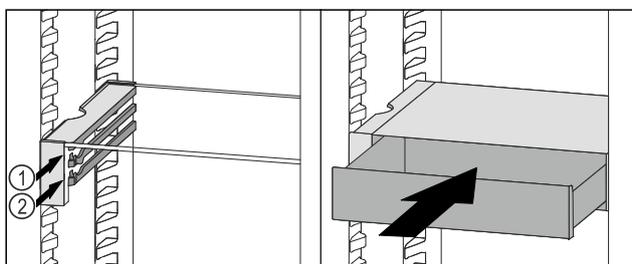

Fig. 140
- ▶ Nasadte zásuvku VarioSafe za zarážku na požadovaném žebro Fig. 140 (1) nebo Fig. 140 (2).